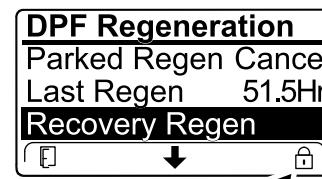

Figura 60
- Si la computadora del motor no ha sido solicitado una regeneración de recuperación y usted se desplaza a la opción RECUPERACIÓN DE RECUPERACIÓN, la regeneración de recuperación se bloquea y el ícono de bloqueo (Figura 60) aparece en la esquina inferior derecha del InfoCenter.